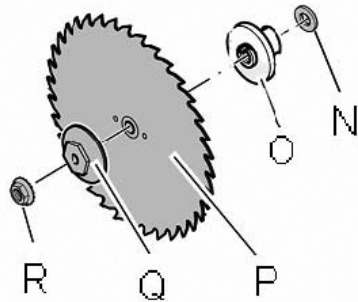

Fig. 14
OBS! Venstregevind. Fjern møtrikken (R, fig. 14) og spændeflansen (Q).